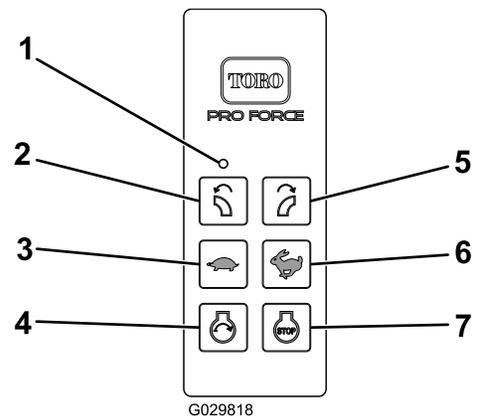

Figure 15
3. Le démarrage du moteur n'est activé qu'après l'actionnement du bouton de démarrage quand l'état d'activation de démarrage du moteur est actif. L'état d'activation de démarrage du moteur n'est actif qu'après l'exécution de la séquence d'activation de démarrage suivante (Figure 15) :